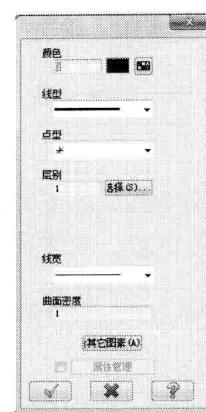

图 1-15 属性对话框
- **【属性】按钮**：单击后弹出属性对话框，此对话框用于定义点型、线型、图层、线宽、曲面密度等，如图 1-15 所示。